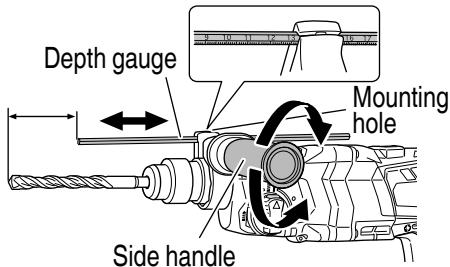

Fig. 22
7. Using depth gauge (Fig. 22)